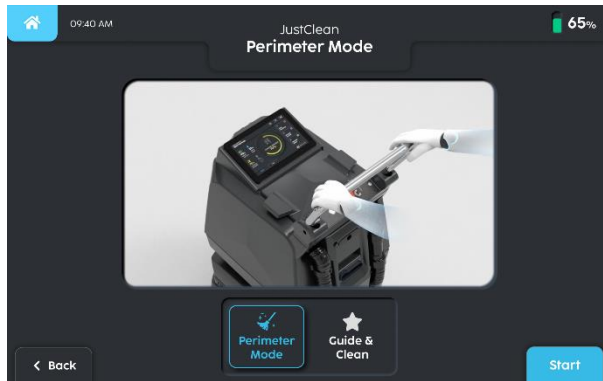

Fig. 9
1. Selecteer de omtrekmodus (fig. 9).